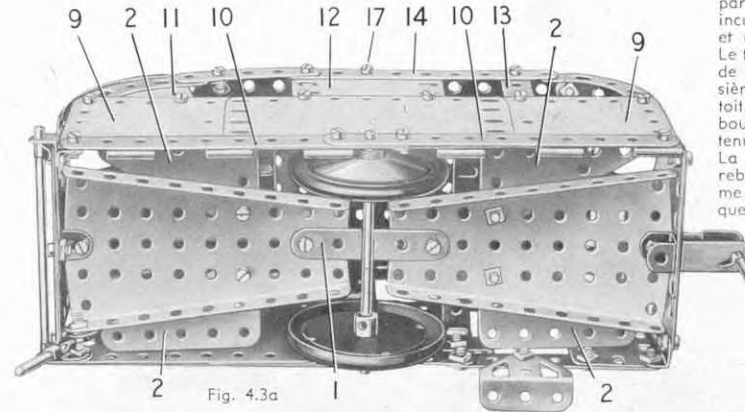

Fig. 4.3a
Deux plaques flexibles triangulaires de 6 x 4 cm. (2) sont boulonnées sur chaque plaque-secteur. Le côté du modèle qui apparaît sur la vue générale est constitué par une plaque flexible de 14 x 6 cm. et une de 11,5 x 6 cm. qui se recouvrent sur 7 trous, ainsi que par une plaque flexible de 6 x 4 cm. Les plaques sont boulonnées sur deux bandes de 11 trous (3) qui se recouvrent sur trois trous. Le bord supérieur de ce côté est constitué par une bande de 11 trous (4) prolongée par une bande de 5 trous qui la recouvre sur trois trous; la bande ainsi obtenue est reliée aux plaques flexibles de chaque extrémité par une bande incurvée épaulée. Les châssis des fenêtres sont constitués par une bande de 5 trous (5), une bande coudée de 60 x 12 mm. (6), une plaque à rebords de 38 x 63 mm. (7) et une plaque semi-circulaire (8). Sur un côté de la porte, une rampe est formée d'une tringle de 5 cm. tenue dans des raccords de tringle et bande à angle droit. Le côté qui apparaît sur la figure 4.3a est constitué par les deux moitiés (9) d'une plaque à charnière boulonnées sur une plaque flexible de 11,5 x 6 cm. et sur deux bandes de 11 trous (10) qui se recouvrent sur trois trous. Les châssis des fenêtres sont constitués par une plaque semi-circulaire (11), une plaque flexible de 6 x 6 cm. (12) et une bande coudée de 60 x 12 mm. (13). Le rebord supérieur du toit est une bande (14) composée d'une bande de 11 trous et d'une de 5 trous qui se recouvrent sur trois trous; les extrémités sont des bandes incurvées épaulées. Les côtés sont réunis à chaque extrémité par une bande de 7 trous (15) fixée sur des équerres. Une extrémité consiste en une plaque flexible de 6 x 6 cm. et une de 6 x 4 cm. et l'autre en deux plaques flexibles de 6 x 6 cm. Les fenêtres des extrémités incurvées sont formées par des bandes cintrées à glissières boulonnées sur les plaques flexibles; chaque bande cintrée est prolongée par une bande de 5 trous boulonnée sur une bande de 11 trous (16). Les bandes (16) sont
La carrosserie est fixée sur les plaques-secteur à rebords par une équerre et un support double comme le montre la figure 4.3a. Le dispositif de remorque est une chape munie d'une tringle de 5 cm. qui sert également de support à une des extrémités de la caravane. A l'autre extrémité, le support est une tringle de 2,5 cm. tenue dans un raccord de tringle et bande boulonné par contre-écrous sur l'une des plaques-secteur à rebords.